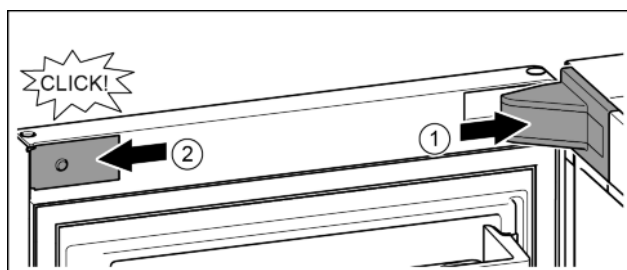

Fig. 19
- ▶ Nasadte a zaklapněte kryt stojanu ložiska, příp. opatrně přitlačte od sebe. Fig. 19 (1)
- ▶ Z boku nasadte zásepku a zaklapněte. Fig. 19 (2)